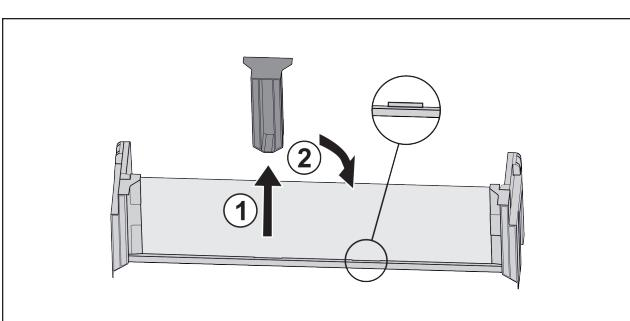

Fig. 20
► Снимите среднюю поддерживающую деталь Fig. 20 (1).
► Вставьте среднюю поддерживающую деталь во вторую позицию Fig. 20 (2).